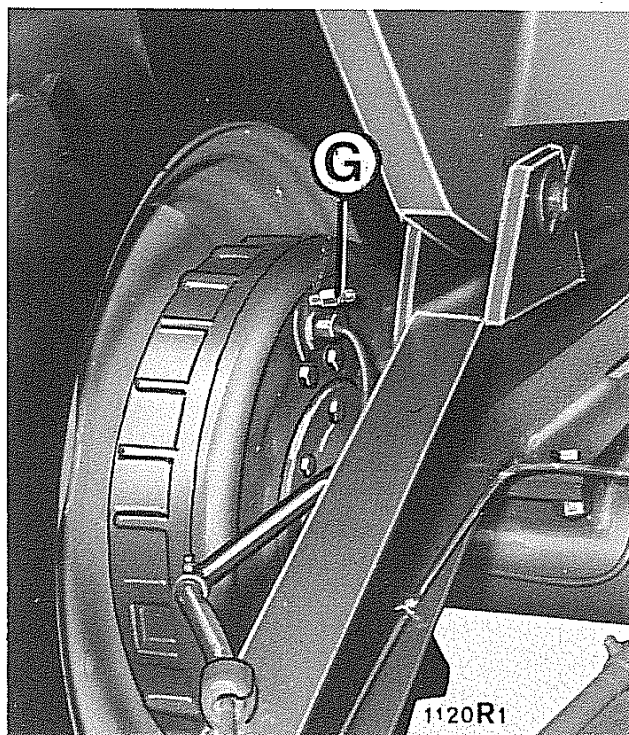

Fig. 13 - Raccordo spurgo aria freni
- pulite accuratamente l'estremità della vite di spurgo aria **G** (fig. 13) posta su ogni cilindretto, liberando il foro centrale da eventuali impurità;